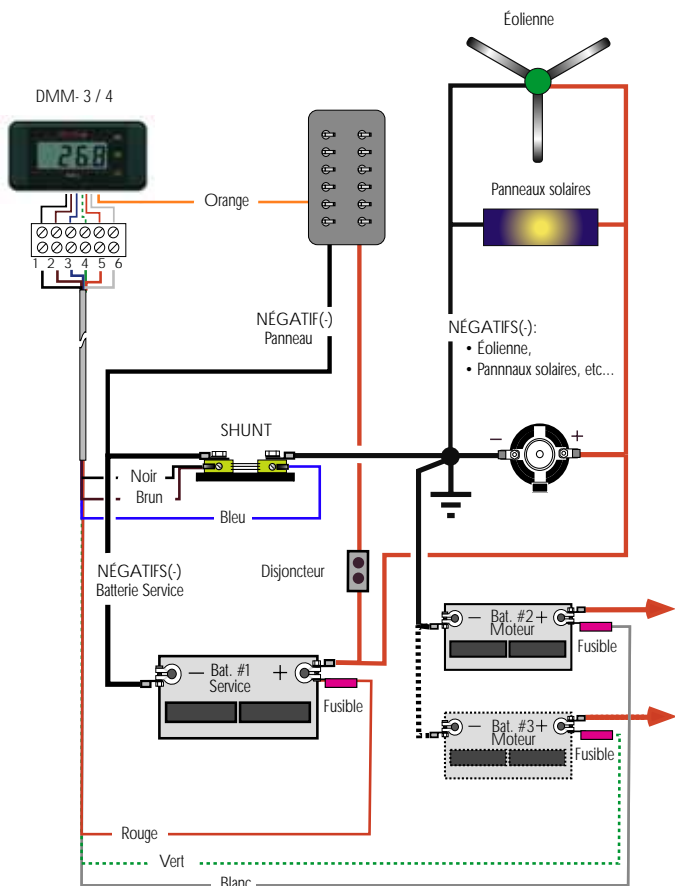

Figure 4: Installation du Shunt pour mesure de charge
- C- La valeur du courant de charge de un ou tous les chargeurs selon la figure 4.
C- La figure 4 propose une installation pour la valeur du courant de charge de un ou tous les chargeurs fournissant le courant à la batterie de service et la distribution: Faites les étapes 1 à 11 comme ci-haut.